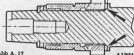

Abb. A.17
- (8) Zum Schutz der roten Silikonummi-Öldichtung ist das Gehäuse unter Zuhilfenahme von Werkzeug 180 1043 wieder zu montieren. Service-Werkzeug 180 579 darf nur für Zusammenbau der Ölwanne zum Einbau kommen. Ölwanne vor dem Zusammenbau schmirren. Eine neue Dichtscheibe einsetzen.
- (9) Muttern und Stellschrauben auf empfindliche Anzugsmomente einstellen. Es ist von Wichtigkeit die Stellschrauben in die gleichen Stellungen wie zuvor zu bringen. Später Motoren sind mit ungeschmierten Primärradbuchsen ausgerüstet. Für diese Buchsen besteht kein Ölkanal in der Kurbelwelle und die Schwingscheibe - enthält keine Ölwanne.
- (10) Primärrad wie unter Abschnitt A.18 beschrieben ausbauen.
- (11) Bei Wiedereinbau, Laufspiel kontrollieren (Abb. A.17).
- (12) Nachstellen, indem entsprechende Anlaufscheibe verwendet wird, deren innere abgegründete Kante zur Kurbelwelle hinweisen soll (siehe Abb. A.17).